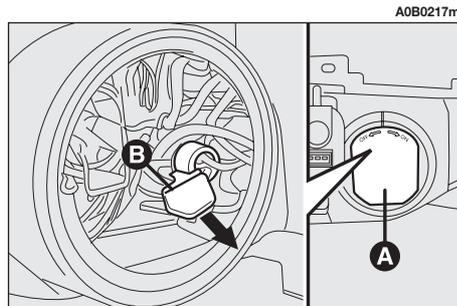

fig. 36
– Rimuovere il coperchio di protezione (**A-fig. 36**).
– Estrarre il portalamпада (**B-fig. 36**) inserito a pressione.
– Rimontare correttamente il coperchio di protezione (**A-fig. 36**).